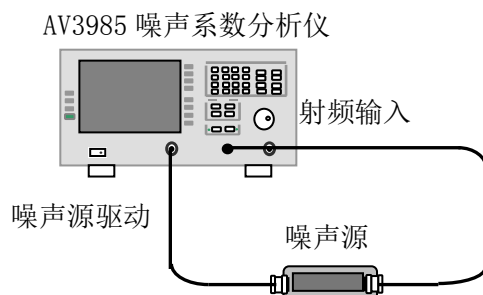

图 10-7 噪声系数测试框图
- 1) 如图 10-7 所示连接测试设备，开机预热 30min。